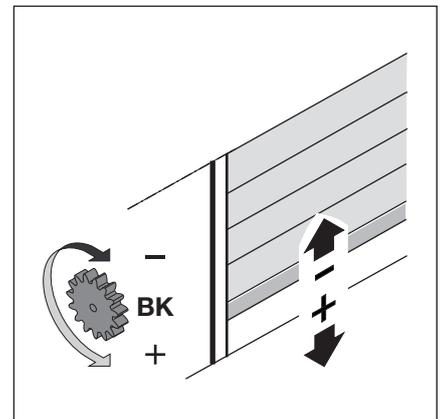

Abb. 6-36: Rändelschraube für die Endlage *Tor-Zu*.
1. Im Totmannbetrieb *Tor-Auf/Tor-Zu* fahren und die schwarze Rändelschraube (BK) in + oder - Richtung drehen, bis der Antrieb abschaltet und damit die Endlage *Tor-Zu* festlegt (siehe Abb. 6-36).